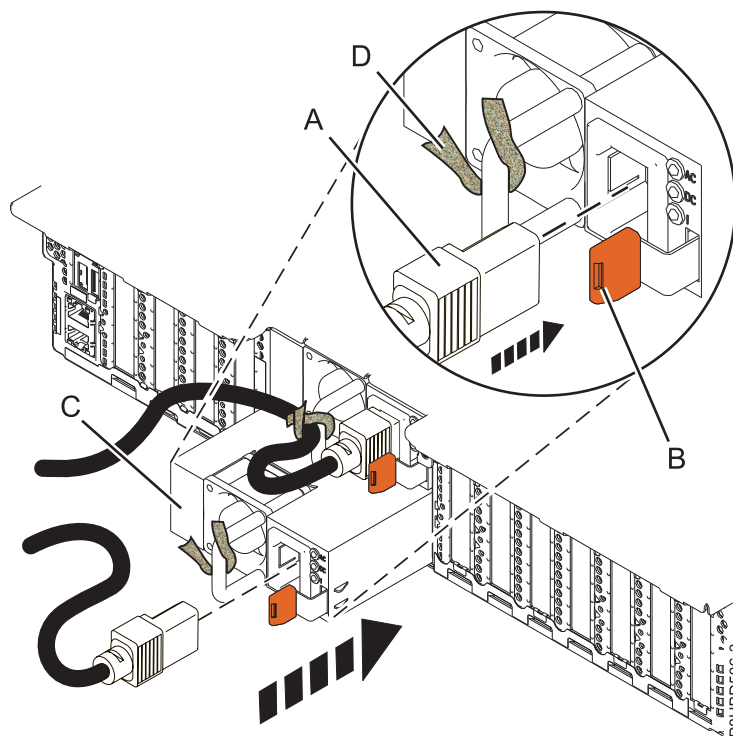

図 11. システムの電源装置を取り替える
3. 図に示すように、電源装置 (C) をベイに位置合わせして、テラコッタ色のラッチ (B) が所定の位置にロックされるまで電源装置をスライドさせてシステムに入れます。14 ページの図 11
4. 図に示すように、電源コード (A) を電源装置 (C) に接続します。図 11
5. 図に示すように、面ファスナー (D) を使用して、電源コードを電源装置のハンドルに固定します。図 11